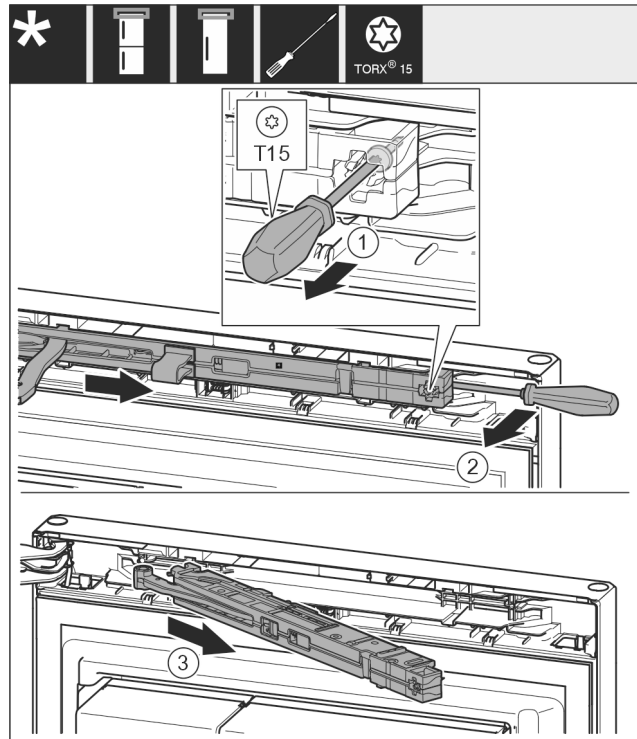

Fig. 13
- Schraube Fig. 13 (1) an Schließdämpfereinheit mit Schraubendreher 14 mm (9/16 in) lösen.
- Schließdämpfereinheit Fig. 13 (2) griffseitig mit Schraubendreher nach vorne aushebeln.
- Schließdämpfereinheit Fig. 13 (3) herausziehen.